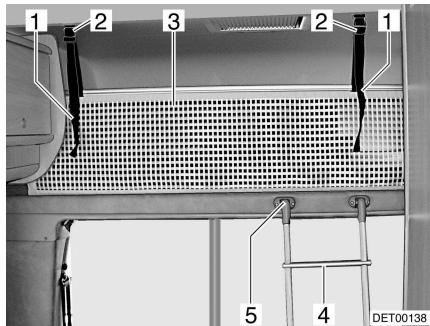

Fig. 47 Letto mansarda
Per salire sul letto mansarda, utilizzare la scaletta di accesso (Fig. 47,4) in dotazione ai modelli di serie.
- Agganciare la scalette con i longheroni nell'apposito supporto (Fig. 47,5) al pannello cieco del letto.
La rete protettiva (Fig. 47,3) è stivata sui modelli di serie tra il materasso e il telaio portamaterasso. Fissare la rete protettiva soltanto dopo che le persone si sono stese nel letto mansarda.
- Fare innestare i nastri di sostegno (Fig. 47,1) nei supporti sul soffitto (Fig. 47,2).